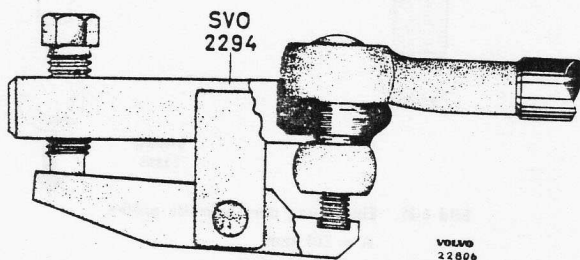
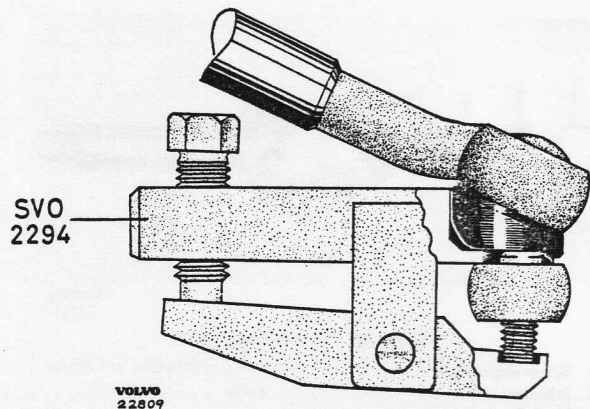

Bild 6-30. Lenkstange ausbauen
Bild 6-31. Kugelgelenk ausbauen
wie in Bild 6-30 gezeigt, befestigt wird, abgedrückt. Als nächsten Arbeitsgang Klemmschraube an der Spurstange lösen und Kugelgelenk herausschrauben. Die zum Herausschrauben notwendigen Umdrehungen zählen und aufschreiben.
Die Lenkstangen-Kugelgelenke sind mit der Lenkstange in einem Stück gearbeitet, so dass die vollständige Lenkstange erneuert werden muss, wenn das Kugelgelenk an einer Seite abgenutzt oder beschädigt ist. Wenn die Lenkstange bei montiertem Rad ausgebaut werden soll, muss die Lenkstange zuerst am Lenkstockhebel bzw. am Umlenkhebel mit der Abdrückvorrichtung SVO 2294, welche, wie in Bild 6-30 gezeigt, befestigt wird, abgedrückt werden. Die Lenkstange wird nach vorn und oben gedreht, wenn sie vom Lenkhebel abgedrückt wird. Die Abdrückvorrichtung wird so befestigt, wie in Bild 6-31 gezeigt. Nach Durchführung dieser Arbeiten immer Spur prüfen.
1. Spurstange vom Umlenkhebel abdrücken. Abdrückvorrichtung SVO 2294 verwenden, siehe Bild 6-30.
2. Lenkstange vom Umlenkhebel abdrücken. Abdrückvorrichtung SVO 2294 verwenden, siehe Bild 6-30.